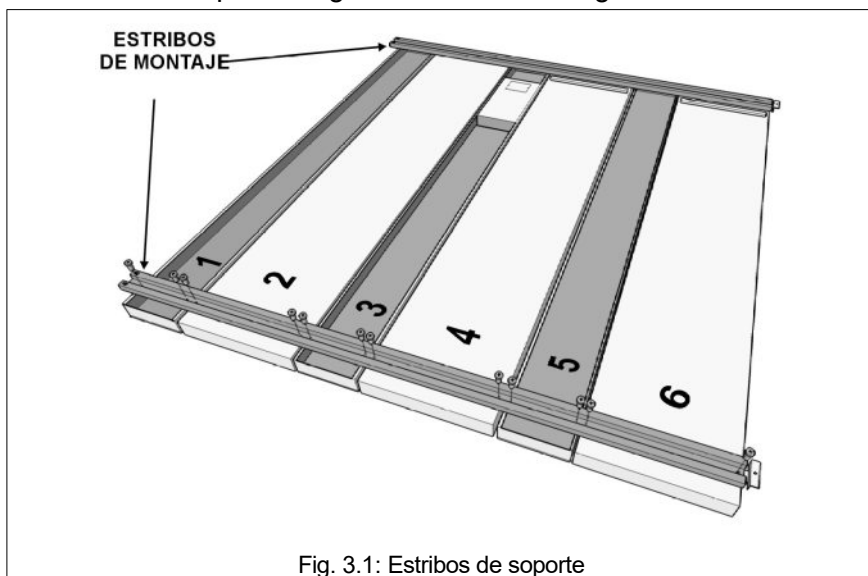
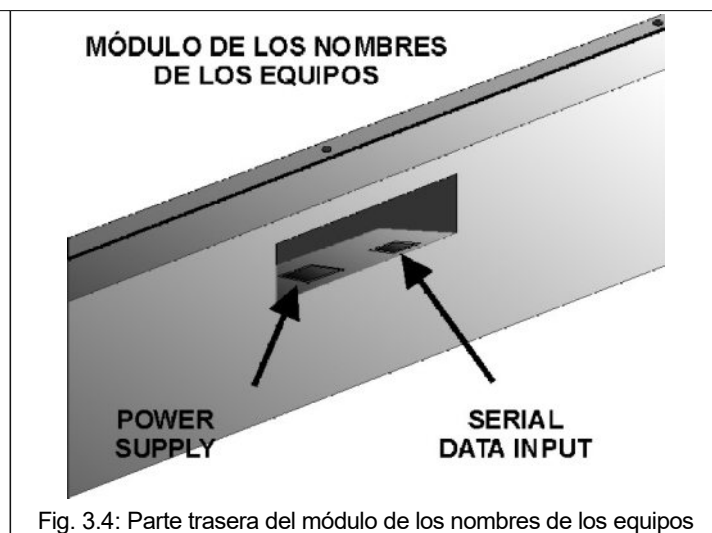

Fig. 3.1: Estribos de soporte
Fig. 3.4: Parte trasera del módulo de los nombres de los equipos
Ponga los módulos con el panel frontal mirando al suelo, siguiendo la numeración indicada en el panel trasero (Fig. 3.1), para componer el panel deseado (véanse los distintos modelos en la página 24). Compruebe también que el cable plano de los módulos (Fig. 3.4) quede libre para realizar las conexiones siguientes.
3. Coloque los dos estribos sobre los módulos alineando los agujeros de montaje. Fíjelos bien a los módulos con los tornillos incluidos (véase la Fig. 3.1) y un destornillador de cruz.
Intente realizar un montaje ordenado usando las canaletas que lleva detrás el marcador para conectar los módulos más alejados. El orden de conexión **no** es importante: cada cable puede ser conectado a uno cualquiera de los 6 conectores disponibles. Nótese que el módulo de los nombres de los equipos dispone de su propia alimentación y conexión serie, por tanto, no va conectado a la unidad de alimentación (Fig. 3.4).
En la parte trasera del módulo de los nombres de los equipos (véase la Fig. 3.4) está: